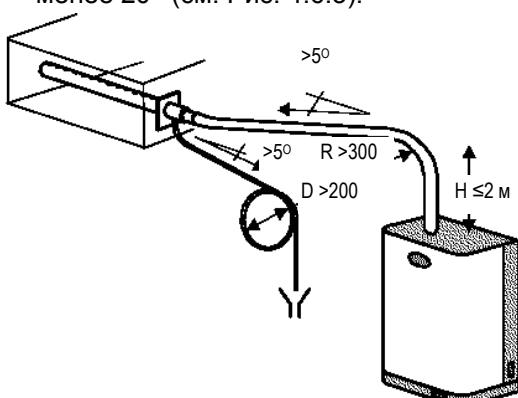

Рис. 4.6.2
1. Подъем вертикально вверх на высоту не менее 300 мм, далее сгиб с радиусом не менее 300 мм и постепенный наклон вниз не менее  $5^\circ$  (см. Рис. 4.6.2);
Конец трубы для отвода конденсата должен подсоединяться к ближайшей сливной трубке с минимальным наклоном  $5^{\circ}$  для обеспечения правильного нисходящего потока (см. Рис. 4.6.2).